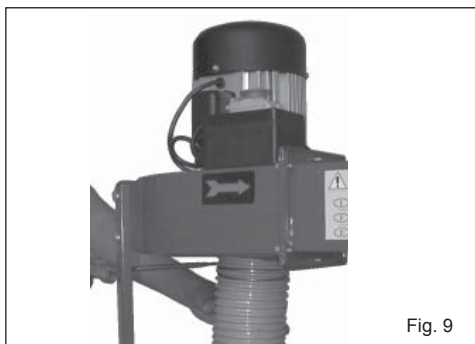

Fig. 9
7. Fixer le tube flexible au connecteur à monter à la sortie de l'aspirateur (**Fig. 9**). Ou bien déconnecter ce tube flexible et connecter celui de la machine à bois, en ayant recours au tube flexible approprié et au collier de fermeture correspondant.